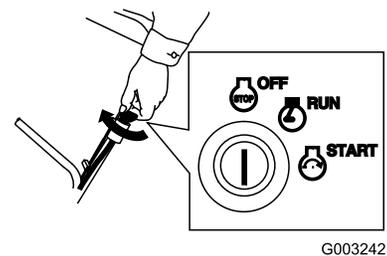

Bild 19
1. Drehen Sie den Schlüssel auf die Aus-Stellung (Bild 19).